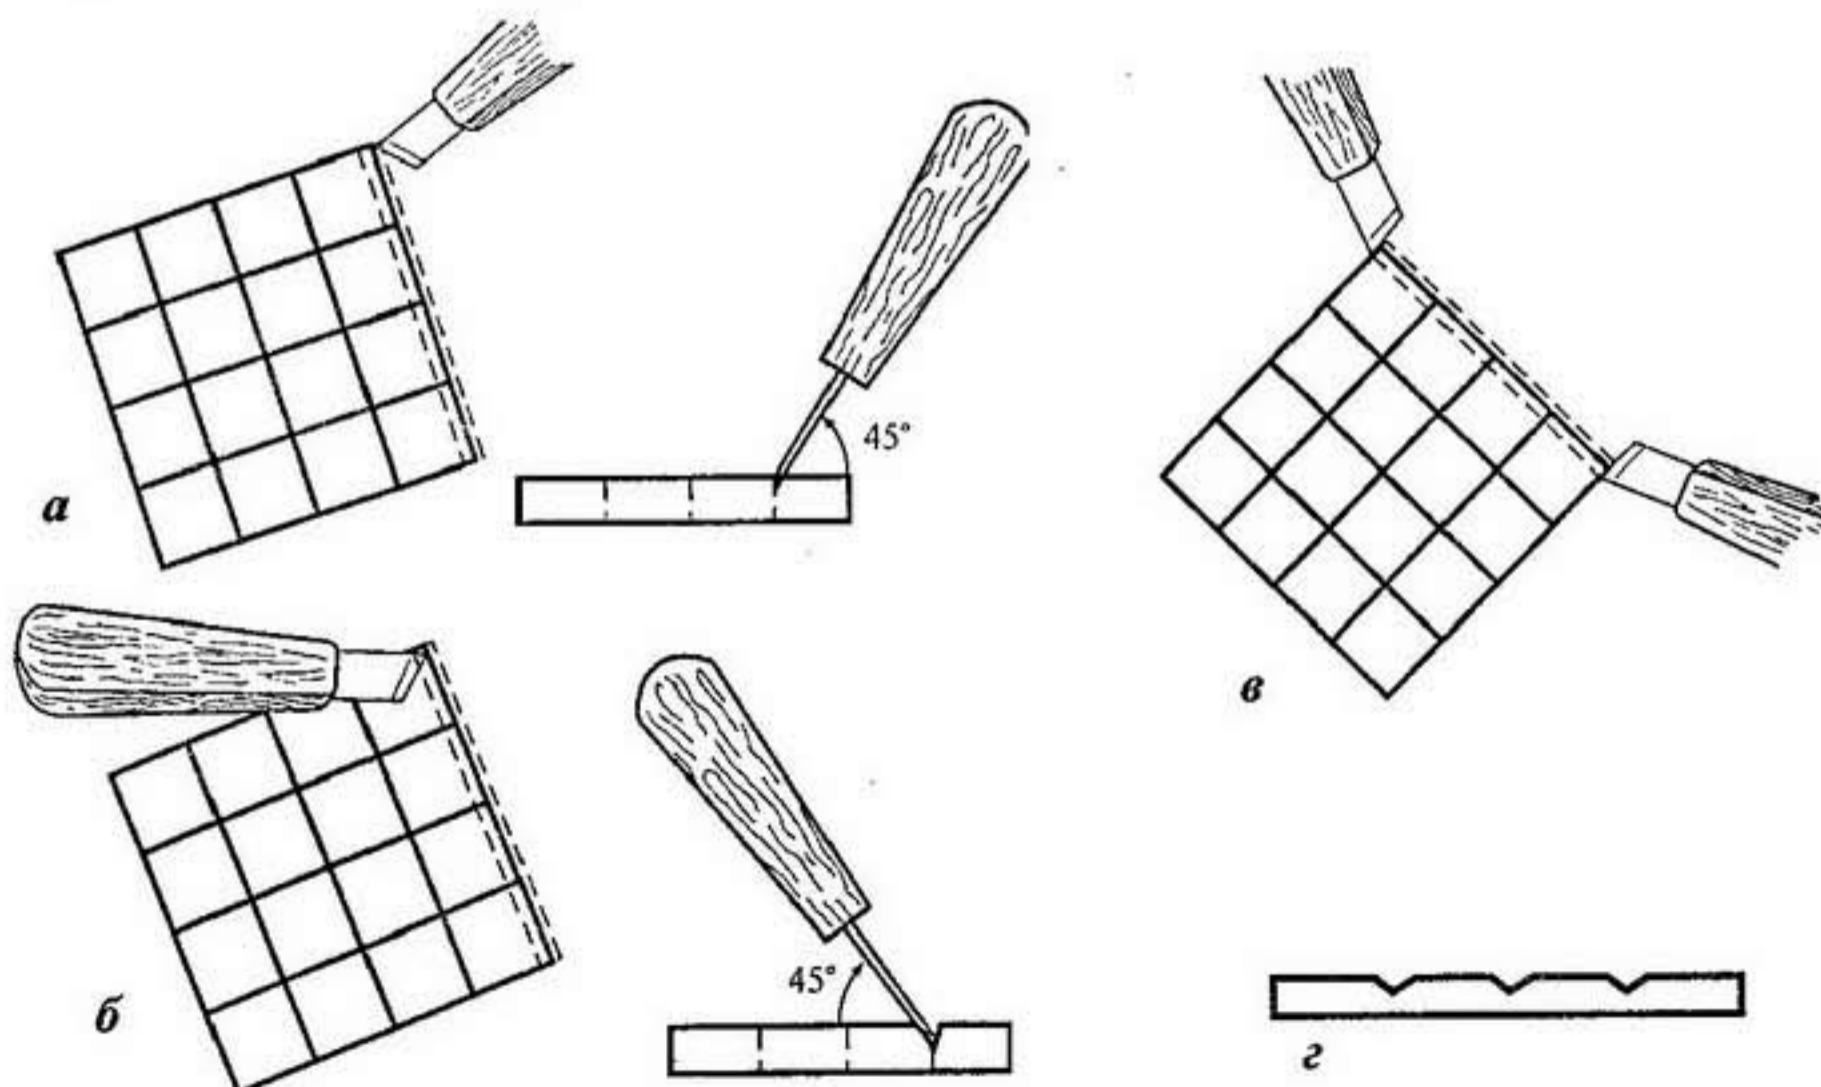

Рис. 29
1) отступите от вертикальной линии на 1 мм вправо, углубите нож на 2–3 мм и, держа его под углом 45° , сделайте прорезку вдоль всей линии (рис. 29, а);
2) то же самое проделайте с левой стороны от линии (рис. 29, б);
3) сделайте прокол ножом в начале и в конце линии, держа нож вертикально (рис. 29, в).
От древесины отделится полоска, которую и называют соломкой. А на дощечке останется канавка, имеющая профиль треугольника (рис. 29, г).